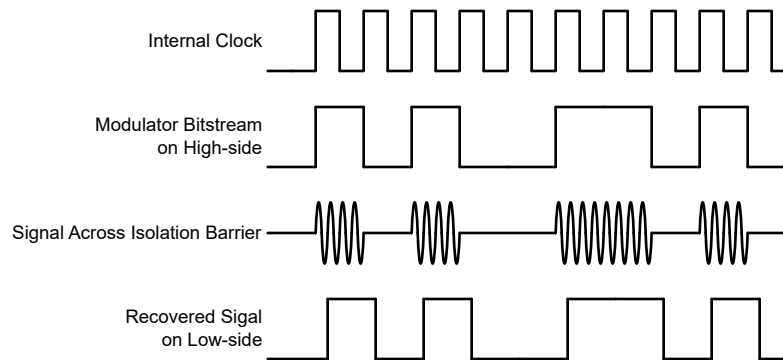

図 7-1. OOK ベースの変調方式
図 7-1 に示されているように、AMC0x02D-Q1 は、オン / オフ キーイング (OOK) 変調方式を使用して、変調器の出力ビットストリームを、 $\text{SiO}_2$  ベースの絶縁膜間で伝送します。送信ドライバ (TX) を 機能ブロック図 示します。TX は、内部で生成された高周波キャリアを絶縁バリア越しに送信し、デジタル 1 を表現します。ただし、TX はデジタル 0 を表す信号を送信しません。AMC0x02D-Q1 で使用されるキャリアの公称周波数は 480MHz です。